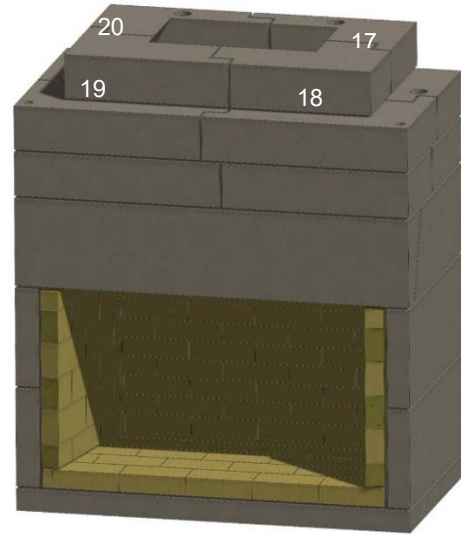

Figura 15. Nivel superior de la garganta
K. Instale el primer anillo más pequeño de los componentes de la garganta, compuesto por los elementos 17, 18, 19 y 20. Asegúrese de que el anillo esté centrado. Véase la figura 15.